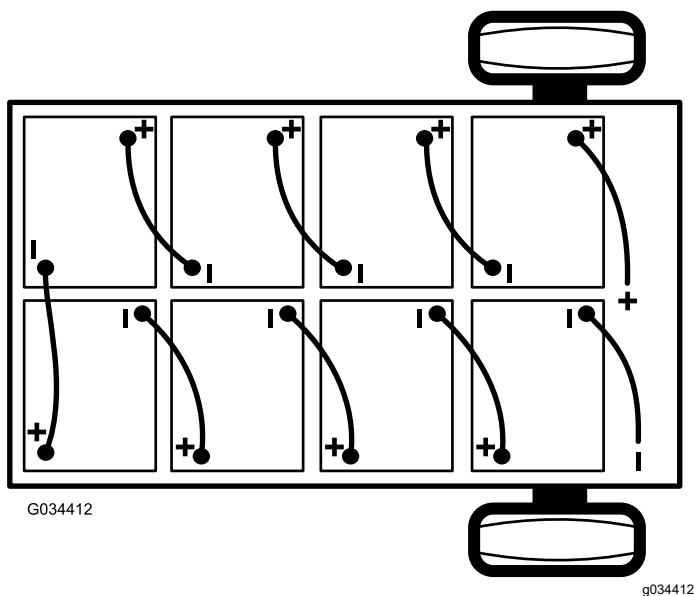

図 39
2. バッテリーと車体のアース端子を接続しているメインのマイナスケーブル黒を、バッテリーから外す **図 39**。
3. バッテリーと車体のメインコンタクトとを接続しているメインのプラスケーブル赤を、バッテリーから外す 図 39。
注 バッテリーを新しく積み込む場合には、極性に十分注意してください 図 39。
6. 図 39 に示すように、1 で外した中間接続ケーブルを使ってバッテリーを相互に接続する。
2. 車体に接続されているメインのプラスケーブル赤を、バッテリーに接続する 図 39。
3. 車体のアース端子に接続されているメインのマイナスケーブル黒を、バッテリーに接続する 図 39。